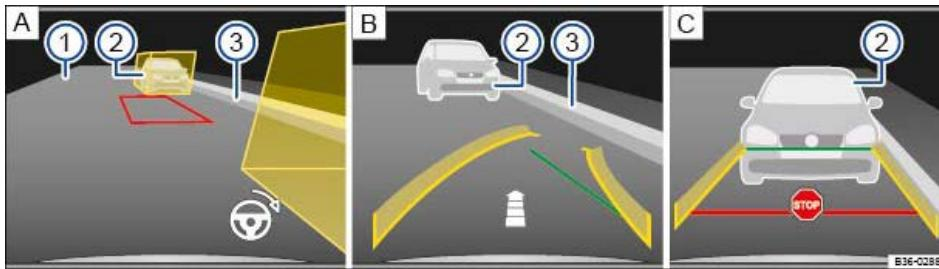

Abb. 206 Bildschiranzeige der Rückfahrkamera: Einparken mit Modus 2.
Legende zu ⇒ Abb. 206 :
6.	Fahrzeug im Abstand von etwa einem Meter parallel zur Parkreihe positionieren, sodass die eingeblendeten Hilfsboxen Hindernisse komplett abdecken ⇒ Abb. 206 (2) . Der Bereich zwischen den Hilfsboxen muss frei von Hindernissen sein.
9.	Das Lenkradsymbol am unteren rechten Bildrand \Rightarrow Abb. 206 A zeigt dem Fahrer während des gesamten Einparkvorgangs die geforderte Lenkbewegung an.
10.	Langsam, mit unverändert eingeschlagenem Lenkrad, rückwärtsfahren, bis das Stopnzeichen eingeblendet wird. ODER: Bis die gewölbte grüne Seitenlinie mit der seitlichen Begrenzung der Parklücke, z. B. Bordstein (3), übereinstimmt. Ein Pfeil \Rightarrow Abb. 206 B zeigt je nach Anzahl der dargestellten Segmente die noch zurückzulegende Fahrstrecke an.
14.	Weiter langsam rückwärtsfahren, bis das Stopnzeichen \Rightarrow Abb. 206 C erscheint. ODER: Spätestens wenn die rote Linie die hintere Begrenzung, z. B. das parkende Fahrzeug (2), erreicht hat, das Fahrzeug stoppen C . Das Fahrzeug steht parallel zur Fahrbahn in der Parklücke.